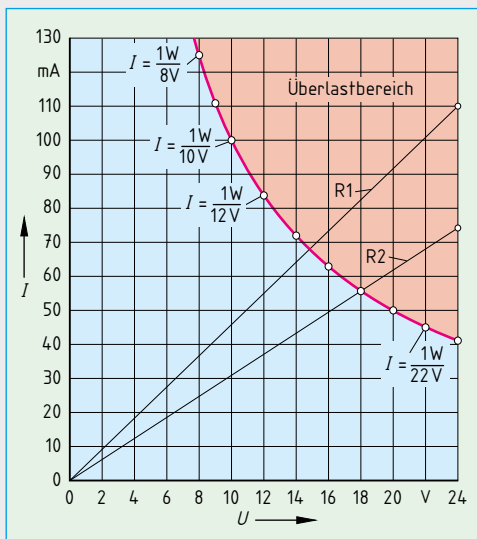

Bild 2: Widerstandskennlinien mit Leistungshyperbel für 1-Watt-Grenzbelastung
c) $P = U \cdot I \Rightarrow I = \frac{P}{U}$ Für $P = 1\text{-W-Grenzbelastung}$ Spannungswerte vorgeben und dazugehörige Stromwerte errechnen, Bild 2.